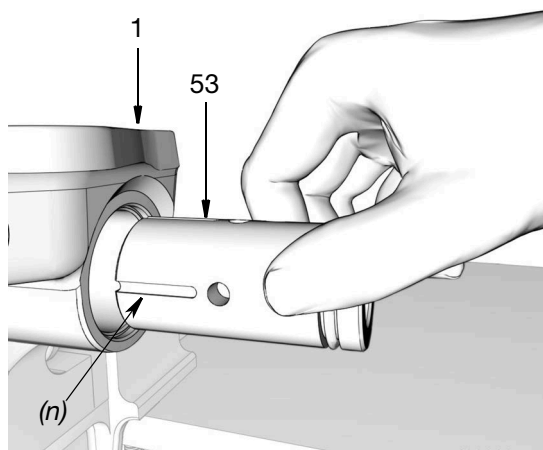

FIG. 41
- c. Monte el manguito del elemento de la bomba (53) en la base de la bomba (1). Para determinar la orientación correcta de la instalación, consulte FIG. 41.